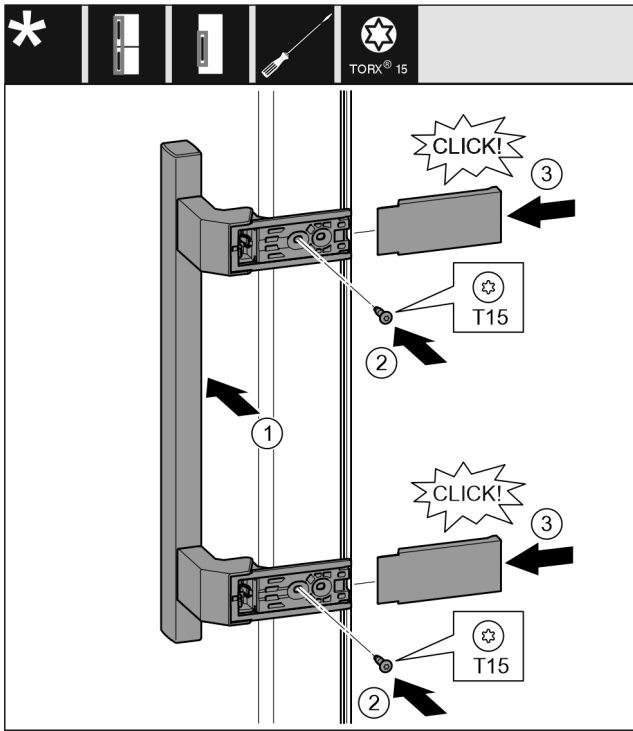

Fig. 18
- ▶ Εφαρμόστε τη λαβή στην απέναντι πλευρά. Fig. 18 (1)
- ▶ Σφίξτε τις βίδες με κατσαβίδι T15. Fig. 18 (2)
- ▶ Εφαρμόστε στο πλάι τα καλύμματα και τοποθετήστε τα. Fig. 18 (3)